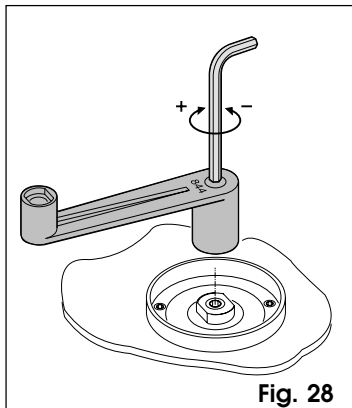

Fig. 28
- 3) Mantengan bloqueado el eje motor mediante la palanca en dotación y regulen el tornillo de regulación como muestra la Fig.28.